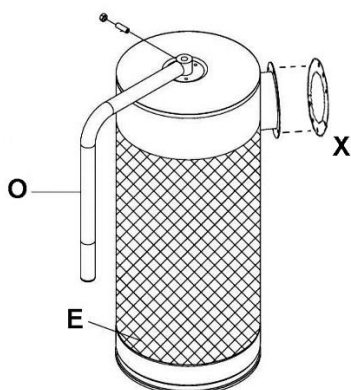

Abbildung 8
9. Die Griffereinheit (O) mit Befestigungsschraube und Mutter am Topffilter (E) anbringen. Siehe Abbildung 8.